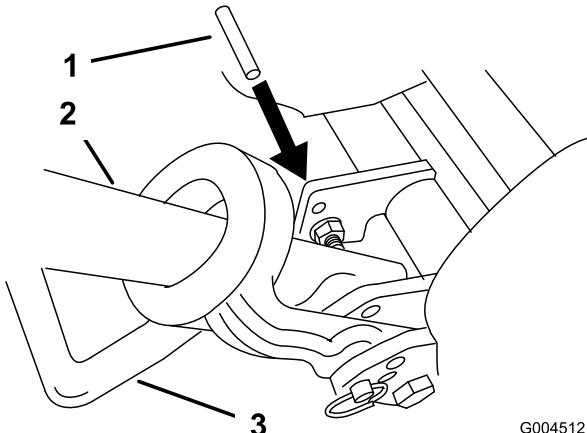

Figura 44
2. Abbassate il cavalletto e inserite un perno (o una spina) del diametro di 6,4 mm (1/4 poll.) nel foro del telaio soprastante il bullone di montaggio del cavalletto (Figura 44).